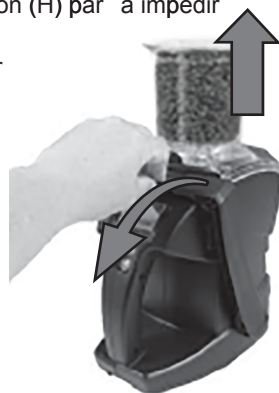

Figura 3. Extensión del Brazo Nivelador hacia delante. Elevar el tazón
3. Rellene el Tazón – Rellene el tazón hasta el borde con café a probar (Procure jalar hacia dentro el deslizador del tazón (H) para impedir que el café caiga antes de tiempo).
4. Cuando se le solicite, Vierta – Jale el deslizador del tazón (H). Esto hará caer de manera pareja el café en la celda de prueba (A).
5. Cuando se le solicite, retire el Tazón de café (G) – Cuando la celda de prueba esté llena, jale el deslizador del tazón (H) de vuelta para cerrar el orificio de vertido. Jale el brazo nivelador (I) hacia la pantalla y eleve el Tazón (G) para sacarlo (Figura 3.). Póngalo de costado en un lugar seguro desde donde no se caiga.